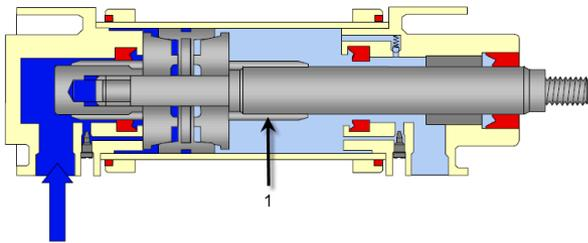
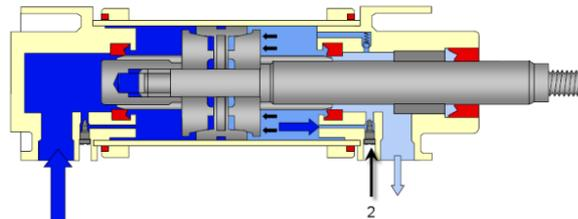
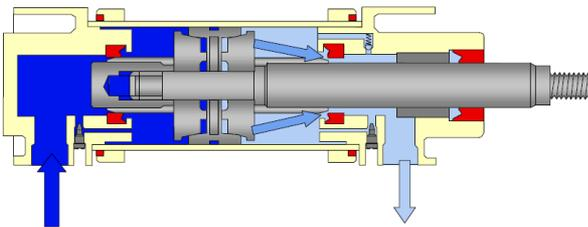

Fig.1
Fig.2
Fig.3
Un piston qui bute contre une des culasses avec une vitesse trop élevée peut endommager le vérin. Pour éviter cela, il est à conseiller d'utiliser des vérins avec amortisseurs de fin de courses réglables (Fig. 1). Ce type de vérin est équipé d'un "piston d'amortissement" (1) qui, avant la fin de la course du piston, bloque la sortie normale de l'air comprimé (Fig. 2). L'air qui se trouve encore emprisonné dans la chambre du vérin (Fig. 3) doit s'échapper par un limiteur de débit (2). Si le limiteur est bien réglé, un coussin d'air exerce une force sur le piston qui ralentit sa vitesse. Lorsque le piston se déplace en sens contraire, (Fig. 4) l'air peut affluer librement dans la chambre avant via un clapet anti-retour (3), l'air peut ainsi remplir la chambre à plein débit sans devoir passer par l'étrangleur, le vérin peut accélérer normalement.